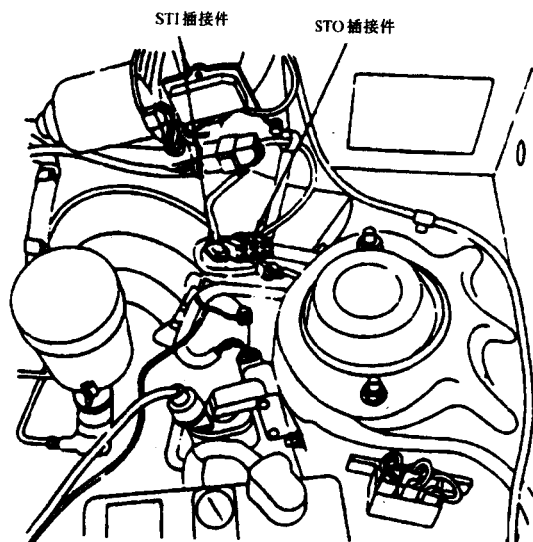

图 1-2 STI(自诊断输入)插接件的位置
1) 当点火开关在 OFF 位置时,在自测试输入插接件端子和地线之间接一跳线。自诊断输入(STI)插接件位于发动机室的左后侧,见图 1-2。